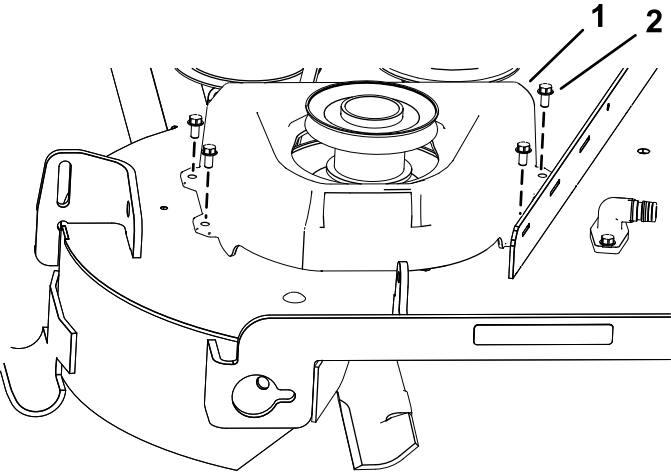

Figura 11
4. Instale la cubierta nueva sobre la polea con los 4 tornillos ($\frac{1}{4}'' \times \frac{1}{2}''$) que se retiraron anteriormente, como se muestra en la Figura 11.